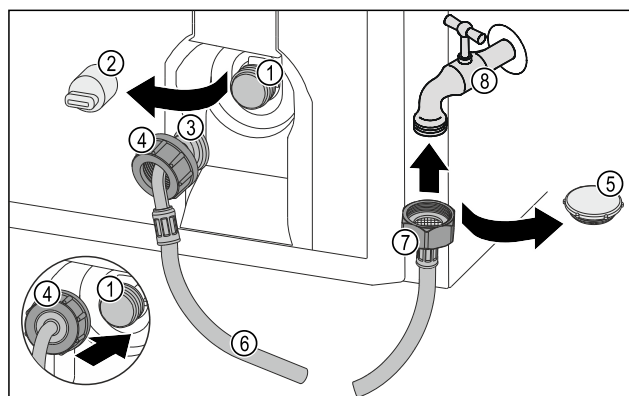

Fig. 22
- Verschlusskappe Fig. 22 (5) entfernen.
- Gerades Schlauchende Fig. 22 (7) am Wasserhahn Fig. 22 (8) ansetzen.
- ▶ Mutter am geraden Schlauchende *Fig. 22 (7)* im Uhrzeigersinn festziehen.